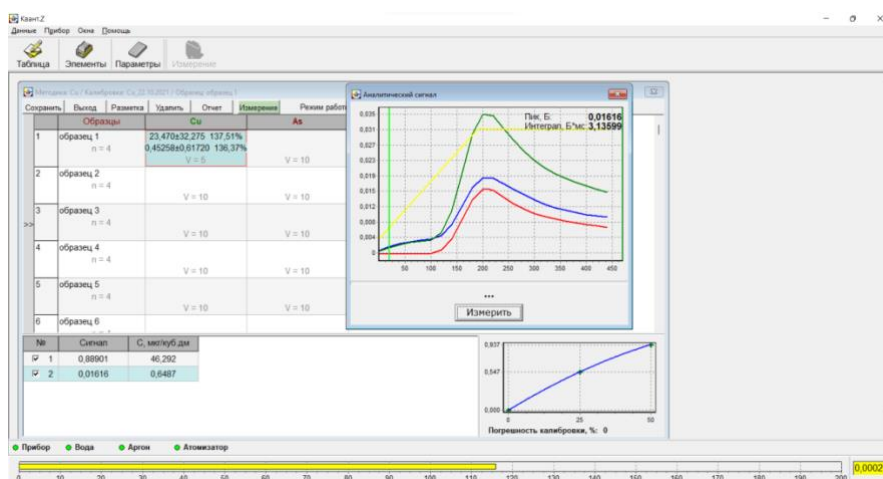

Рис. 29П – Отображение текущей информации
3.7.10 Для старта сеанса наведите курсор мышки на светло-зеленую кнопку «Измерение» и щёлкните левой кнопкой мышки. При этом на светло-зеленой кнопке вместо надписи «Измерение» появится надпись «Прервать». Спектрометр настроится на методику Cu, устройство произведет промывку дозирочного наконечника дистиллированной водой, отбор аликвоты анализируемой пробы (Проба №1) и дозирование аликвоты в графитовую печь. После этого стартует программа нагрева графитовой печи. После окончания программы нагрева графитовой печи в окне (Рис. 29П) в окне «Аналитический сигнал» появится текущий аналитический сигнал, в нижней части окна отображаются: номер прошедшего измерения (N), значение аналитического сигнала (Сигнал) и соответствующее значение концентрации (С, мкг/л).